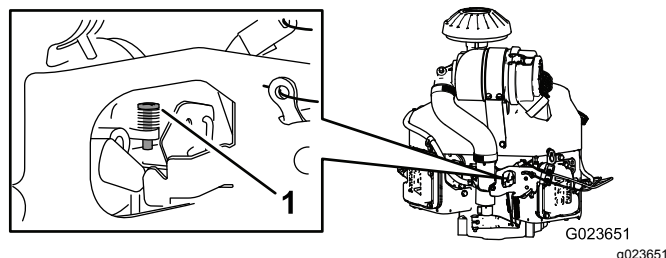

Figura 67
4. Regolate la vite di arresto sul carburatore (Figura 67) in modo da impostare la velocità minima tra 1350 e 1550 giri/min.